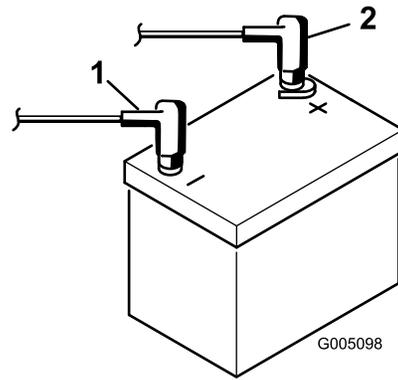

Figura 9
- Instale o cabo positivo (vermelho) no terminal positivo (+) e o cabo negativo (preto) no terminal negativo (-) da bateria e fixe-os com os parafusos e as porcas (Figura 9). Coloque a proteção de borracha sobre o terminal positivo para evitar um curto-circuito.